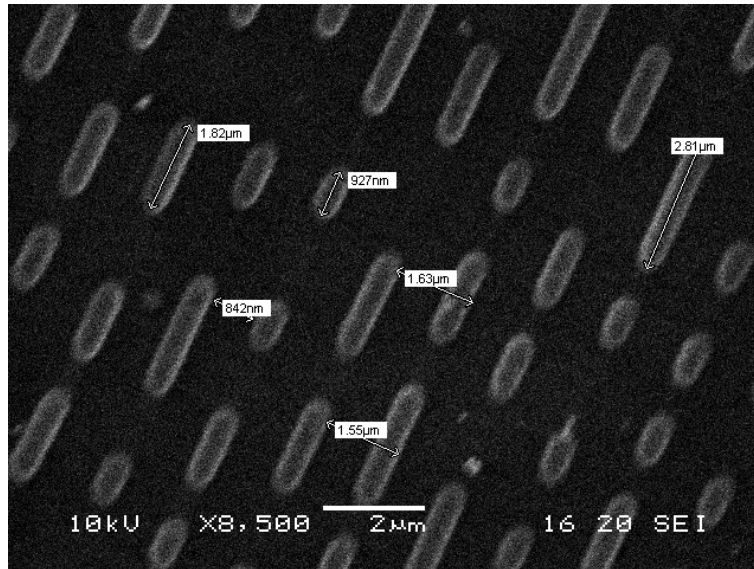

FIG. 2 : image de la surface d'un CD prise par un microscope électronique
- À partir du montage précédent, remplacer la diapositive utilisée par l'écran troué sur support, et l'écran blanc par le CD fixé sur support adapté. Observer les différentes taches lumineuses qui apparaissent sur l'écran après réflexion sur le CD et mesurer l'interfrange e . En déduire la valeur de la distance d entre les pistes. Comparer la valeur trouvée à celle présentée sur la figure 2.